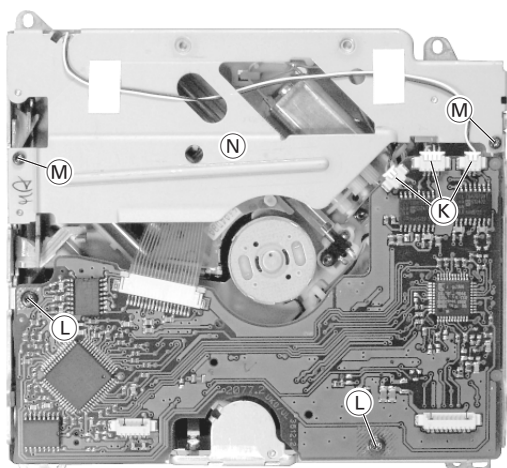

Fig. 8
- 3 Steckverbinder (K) abziehen (Fig. 8).
- 2 Schrauben (L) herauserschrauben (Fig. 8).
- Open 3 connectors (K) (Fig. 8).
- Undo 2 screws (L) (Fig. 8).
- 2 Schrauben (M) herauserschrauben und Abdeckung (N) abnehmen (Fig. 8).
- Undo 2 screws (M) and remove the cover (N) (Fig. 8).